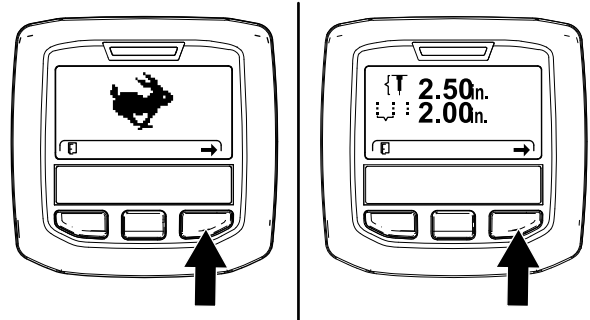

図 45
**注** 移動走行モード画面またはエアレーションモード画面が表示される 図 45。